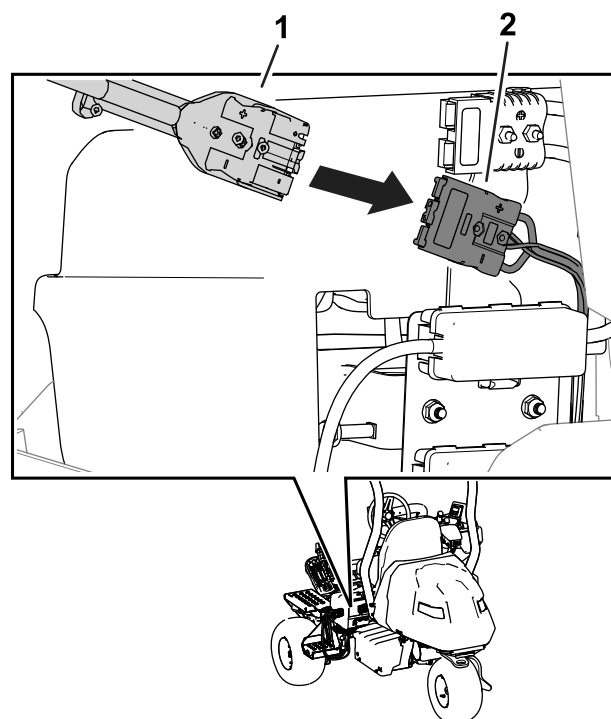

Figura 33
7. Introduceți conectorul de ieșire al încărcătorului în conectorul pentru încărcător de pe mână (Figura 33).